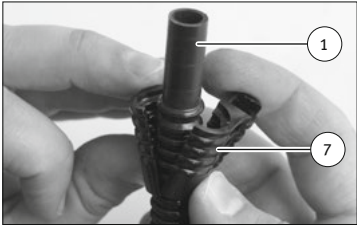

Abb. 5/Fig. 5/Puc. 5/图5
- 从包装中取出新的下半部分 (C)。
- 将两件式装配辅助工具 (7) 固定在燃油软管 (1) 的开口端 (图 5)。